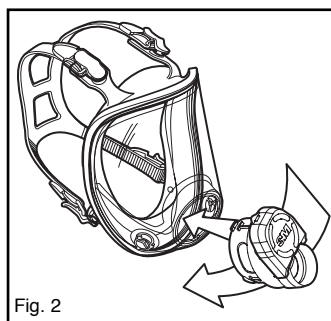

Fig. 2
2. Faire glisser l'adaptateur dans l'orifice de la lentille (fig. 2)
4. Replacer l'adaptateur central dans la lentille du masque (fig. 2)